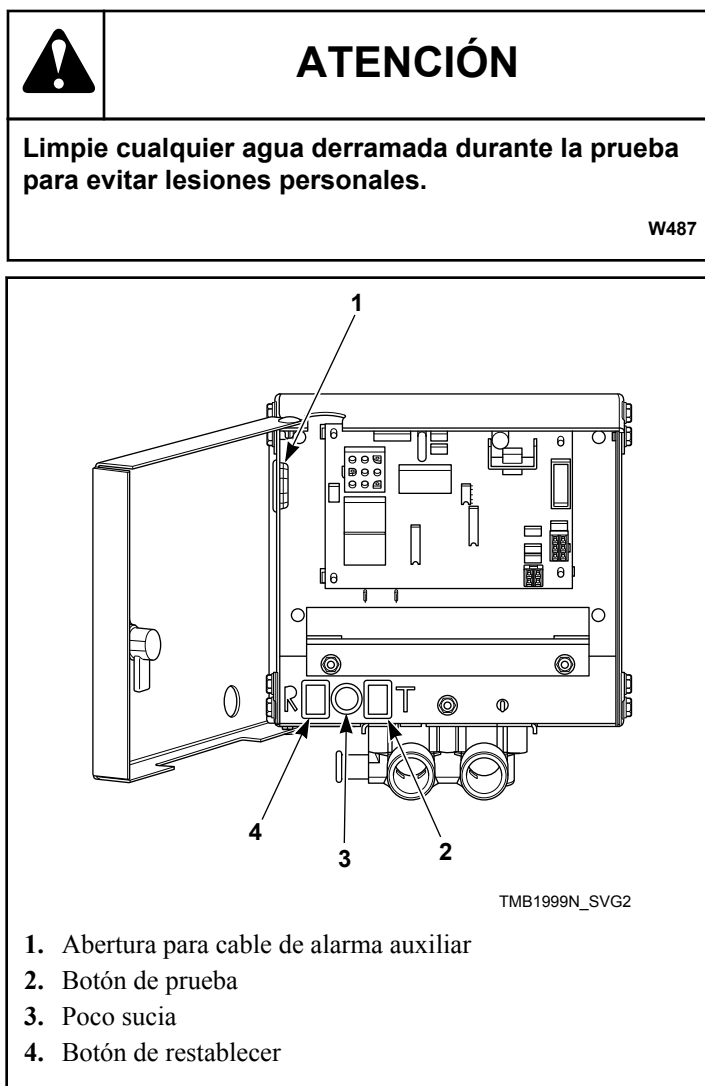
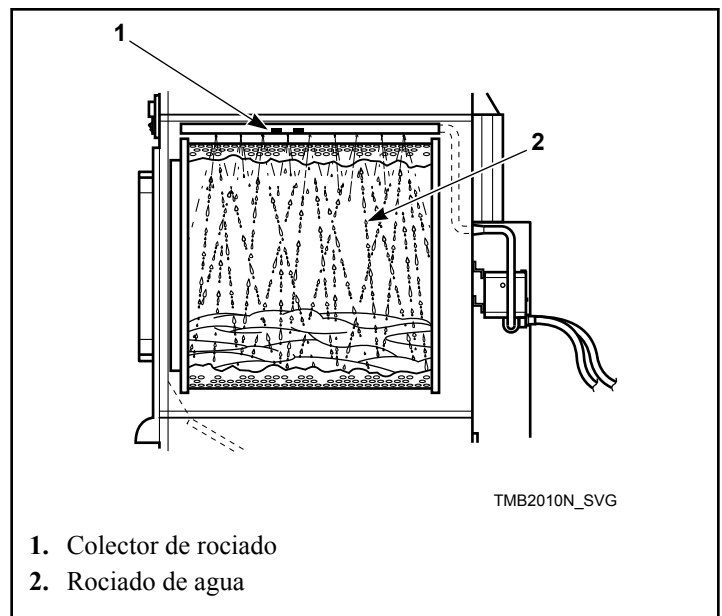

Figura 70
Figura 71
6. Pulse y mantenga presionado el botón de prueba, verifique que la luz esté encendida, esto debe tomar aproximadamente cinco segundos. Consulte la *Figura 70* . Después de una pausa de un segundo el agua debe de empezar a rociar dentro del cilindro.
7. Después de 15 segundos de rociado de agua, pulse y mantenga presionado el botón reinicio (reset) hasta que se apague el rociado de agua y la luz se apague. Esto debe tomar aproximadamente un segundo. Consulte la *Figura 70* y la *Figura 71* .